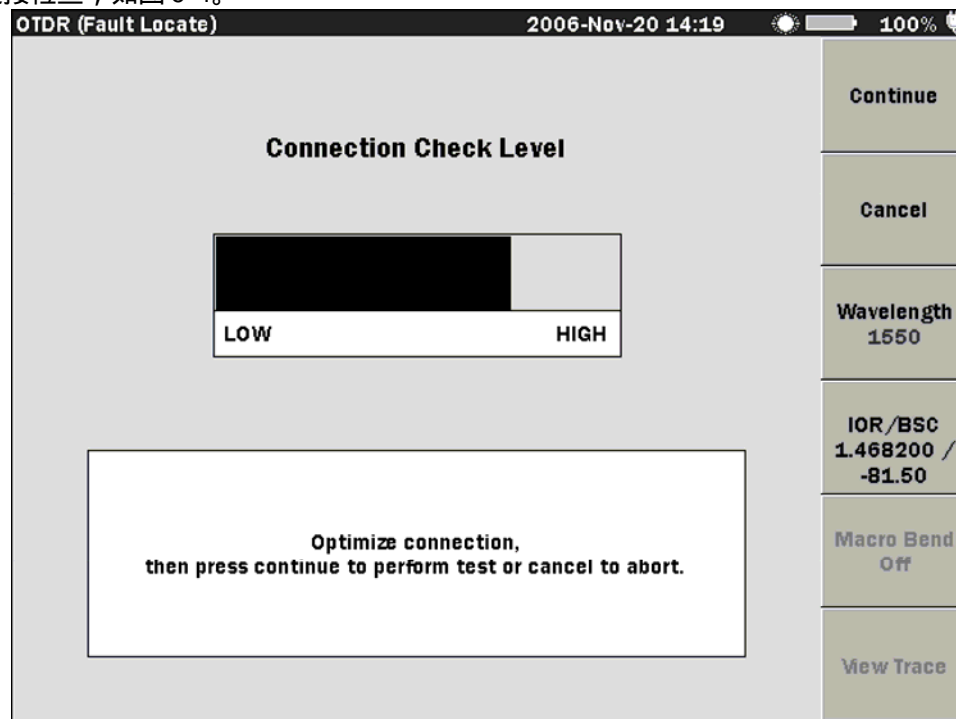
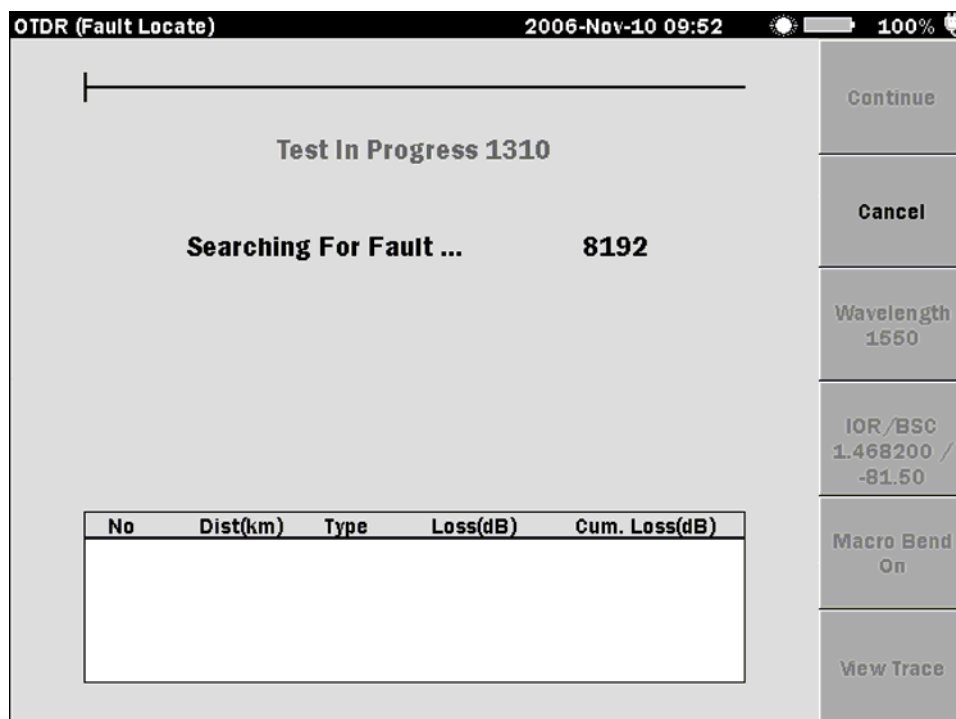

图 5-1：连接检查功能使能时的“故障定位”模式初始画面
图 5-2：连接检查功能关闭时的“故障定位”模式初始画面
屏幕上出现“故障定位”模式的初始画面。如果连接检查功能处于使能状态，在开始测试前首先进行连接检查，如图 5-1。
如果连接检查功能处于关闭状态，“故障定位”模式初始画面如下图 5-2。
1. 启动故障定位模式，出现 OTDR（故障定位）模式的初始画面，根据器检查功能的设置状态，出现如图 5-1 或图 5-2 画面。